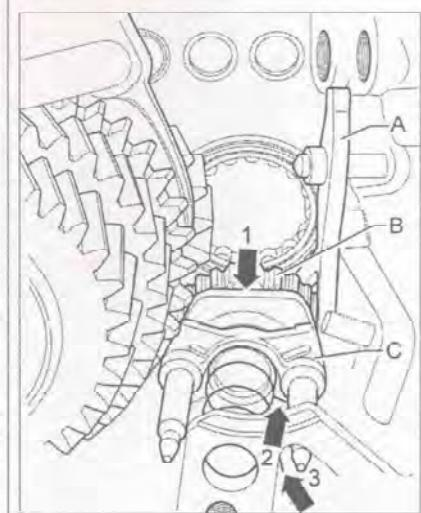

Рис. 7.209. Установите рычаг (А) включения передачи заднего хода.
45. Установите рычаг (А) включения передачи заднего хода (рис. 7.209).